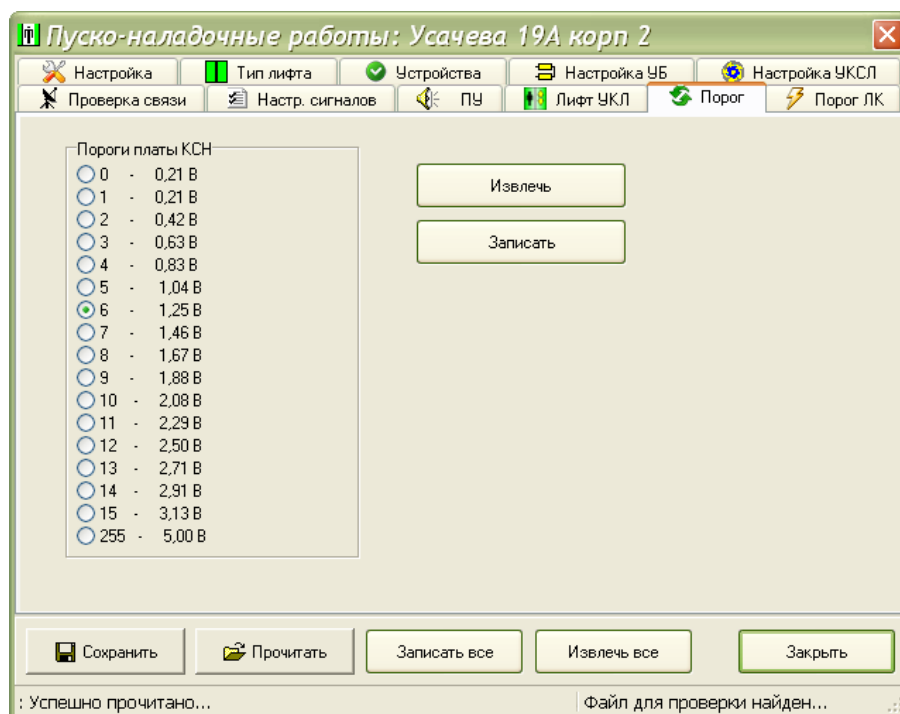

Рисунок 84
5) Затем в окне «Пуско-наладочные работы» лифтового блока выбрать вкладку «Порог» (рисунок 84). Задать ориентировочно начальное значение порога платы КСН исходя из следующего: чем более длинный кабель ИПЛ между мастер-устройством и КСН, тем меньшим должен быть порог КСН. Записать значение порога в КСН нажатием на кнопку «Записать».